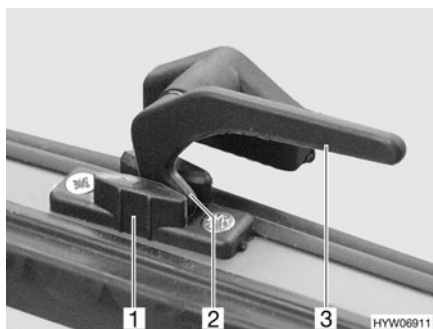

Fig. 52 Levier de verrouillage en position "Aération permanente"
- En position "Aération permanente" (Fig. 52)
- Tourner le levier de verrouillage (Fig. 52,3) d'un quart de tour vers le centre de la fenêtre.
- Remettre le levier de verrouillage en position initiale. Le tenon de verrouillage (Fig. 52,2) doit pénétrer alors dans le logement prévu à cet effet dans le verrouillage de fenêtre (Fig. 52,1).